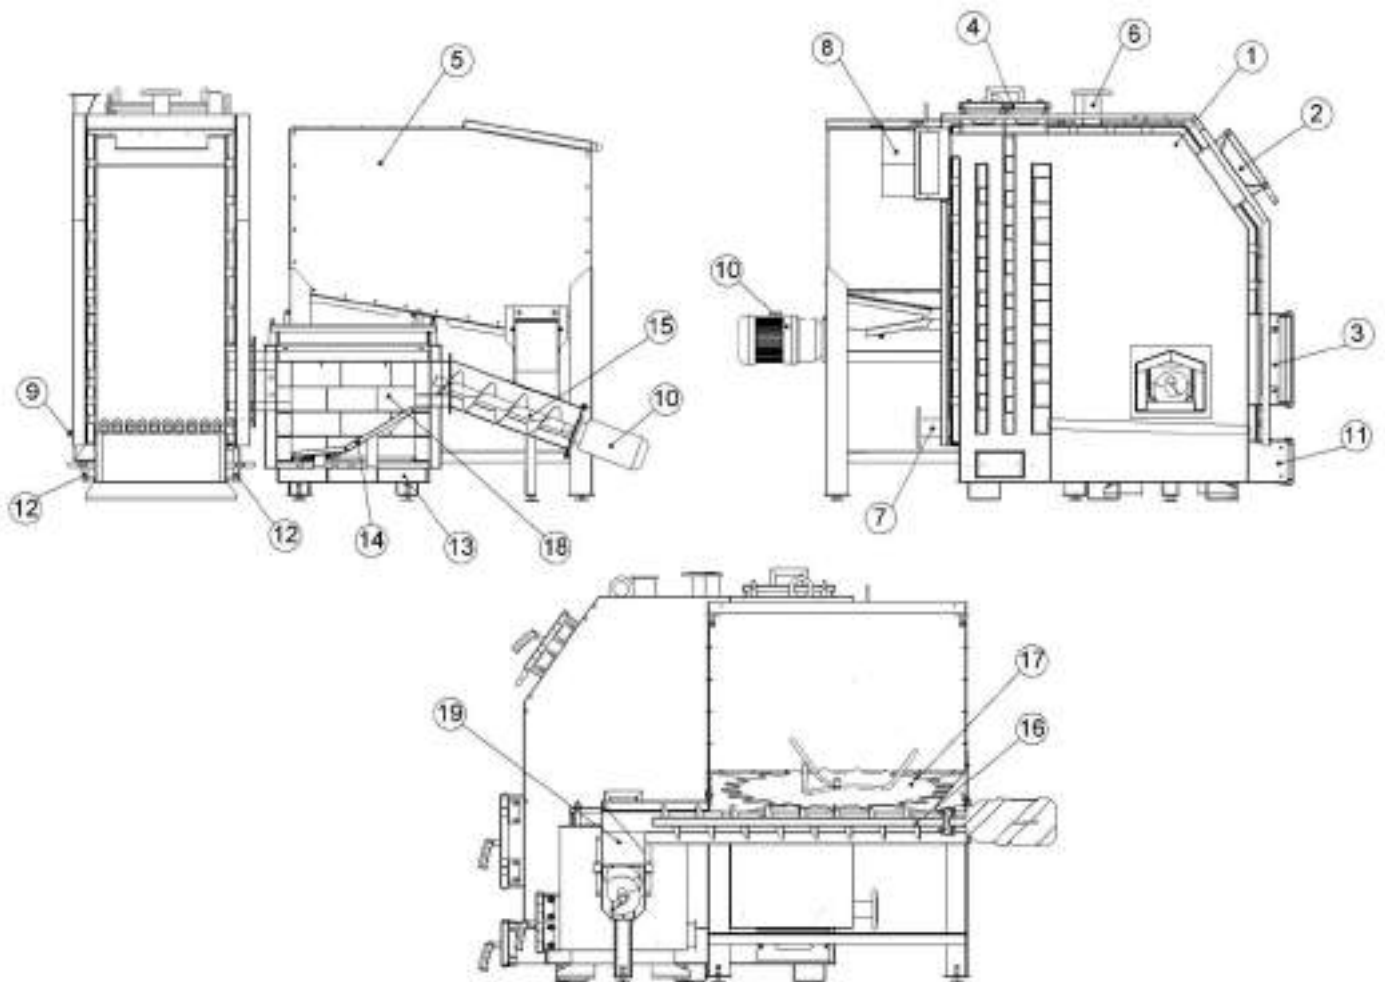

Рисунок 5.1 – Внешний вид и основные элементы котлов типа КТНк
Конструктивно котел представляет собой сборносварную конструкцию, состоящую из корпуса с камерой сгорания (поз. 1, рис. 5.1). Конвекционная часть котла – это комбинированный многоходовой теплообменник.
- шнекового (винтового) механизма подачи топлива (поз. 15,16, рис. 5.1), который приводится в движение мотор-редуктором (поз. 10, рис. 5.1);
- газогенератора, футерованного шамотом (поз. 13, рис. 5.1);
Топливо для процесса сжигания подается автоматически из расположенного у котла бункера для топлива (поз. 5, рис. 5.1) с помощью винтового (шнекового) механизма подачи. В камере сгорания газогенератора происходит процесс сжигания топлива с участием воздуха, поставляемого приточным вентилятором.
Дымовые газы выходят в дымоход через боров (поз. 8, рис. 5.1), расположенный в задней части котла. Боров оборудован дроссельным клапаном продуктов сгорания - шибером, который в случае слишком высокой тяги в дымоходе дает возможность ее снизить путем частичного перекрытия выходного отверстия борава.
В нижней части бункера котла (поз. 5, рис. 5.1) смонтирована труба, которая является кожухом червячного конвейера (шнека) (поз. 16, рис. 5.1). На дне бункера находится вращающийся щит (поз. 17, рис. 5.1). Щит приводится в движение с помощью винтового движения червя. Вращения щита предотвращает зависание топлива в бункере.
Газогенератор состоит из металлического внешнего корпуса и жаростойкой камеры сжигания. Корпус выполнен в форме двойного прямоугольного кожуха, внутри которого находятся каналы, подающие воздух в камеру сжигания. Одновременно воздух охлаждает внешний кожух корпуса. Камера сжигания футерована огнеупорным кирпичом. В нижней части камеры сгорания находится колосниковая решетка (поз. 14, рис. 5.1), на которой проходит процесс газификации топлива с частичным его сгоранием.
Датчик температуры в комплекте контроллера необходимо закрепить на неизолированной участке патрубка прямой сетевой воды (поз. 8, рис. 5.1), используя шпильковое крепление (бандаж). После предварительной затяжки бандажа (бандаж можно обернуть вокруг трубы дважды, или отрезать избыток ножницами для металла), вложить датчик температуры между бандажом и трубой. Осторожно зажать бандаж так, чтобы датчик температуры не перемещался под бандажом. Очень сильное затягивание может повредить измерительные элементы. Обмотать датчик термоизоляционным материалом.
Заполнение котла и всей системы отопления водой должно происходить через штуцер слива воды из котла (поз. 10, рис. 5.1). Заполнение необходимо делать медленно, чтобы обеспечить устранение воздуха из системы.